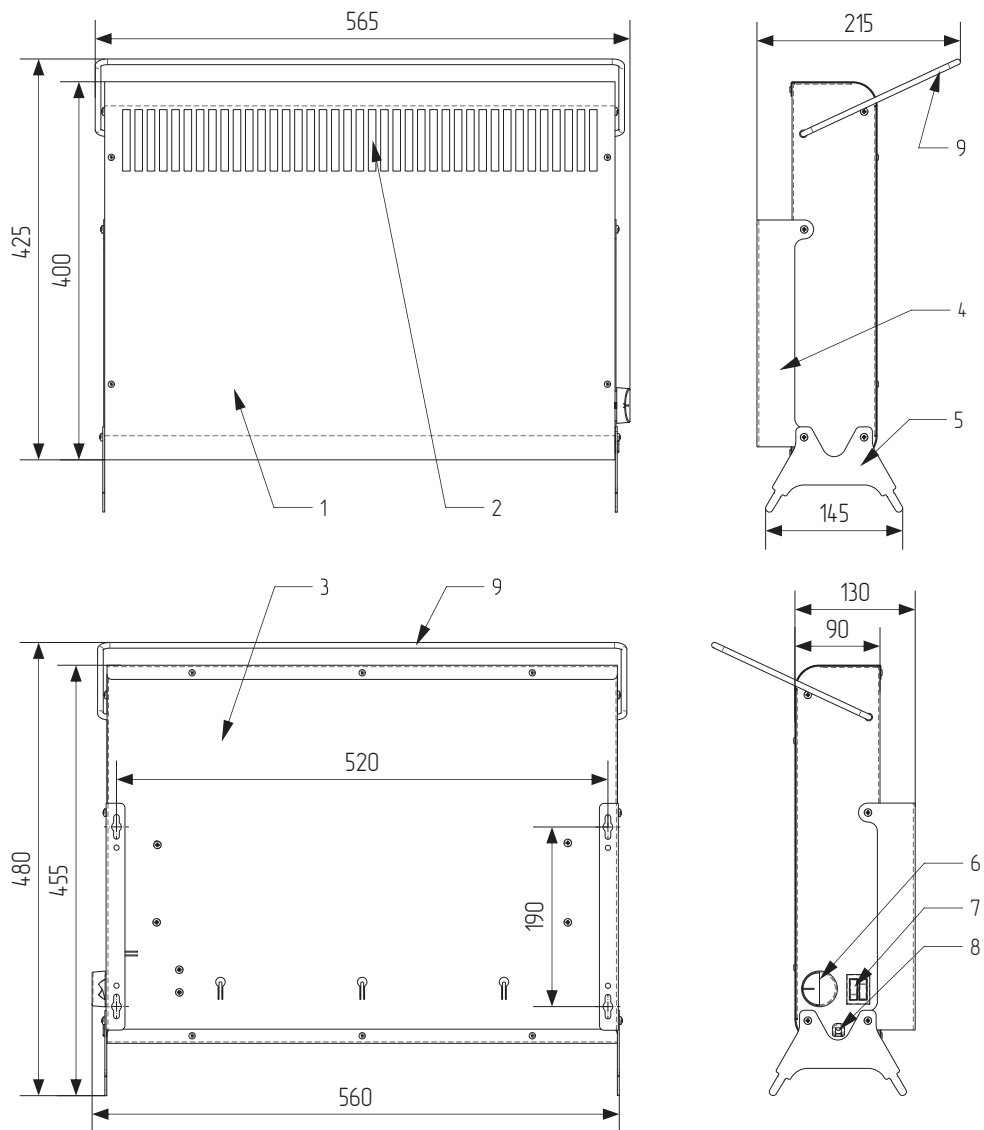
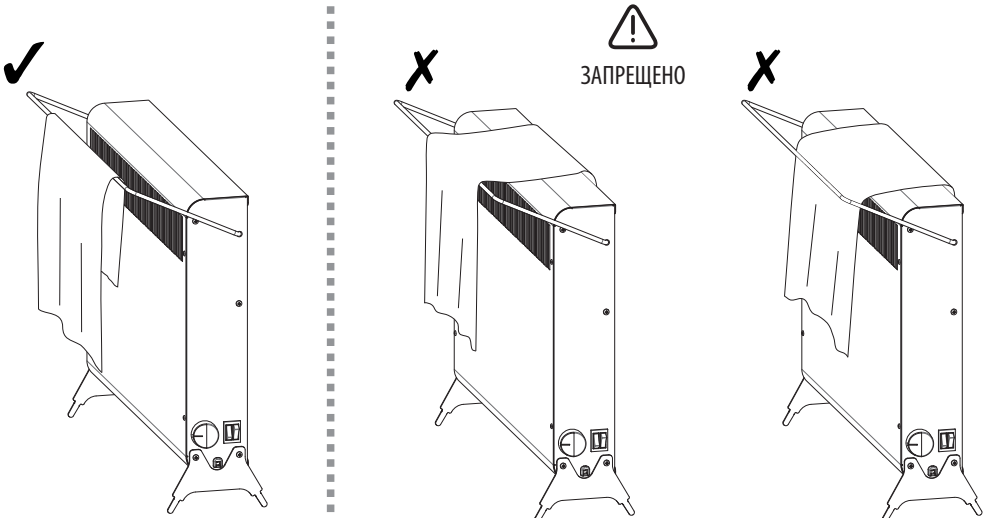

Рисунок 2.
Рисунок 5.
- накрывать корпус конвектора материей, одеждой, бумагой и т.п. (см. рис. 5);
5.1. Конвектор (см. рис. 2, 3) представляет собой металлический корпус, состоящий из передней панели (1) и задней панели (3), внутри которого на шасси расположен электронагревательный элемент (на чертеже не показан). На корпус могут быть установлены настенные кронштейны (4) или опоры (5). На боковой поверхности корпуса расположены рокерные переключатели (клавишные выключатели) с подсветкой (7) и ручка термостата (6). На боковых поверхностях крепится перекладина-сушилка (9) для текстильных изделий.
6.4. На стене с помощью уровня и рулетки (линейки) следует разметить отверстия. Межцентровые расстояния посадочных отверстий указаны на чертеже (см. рис.2, 3).
7.3. Сушка текстильных изделий осуществляется на перекладине-сушилке. Перекладина должна находиться в наклонном положении, как показано на рис.2, 3. При размещении текстиля обращайтесь внимание, чтобы он висел на перекладине перед конвектором и не накрывал его корпус (см. рис. 5).